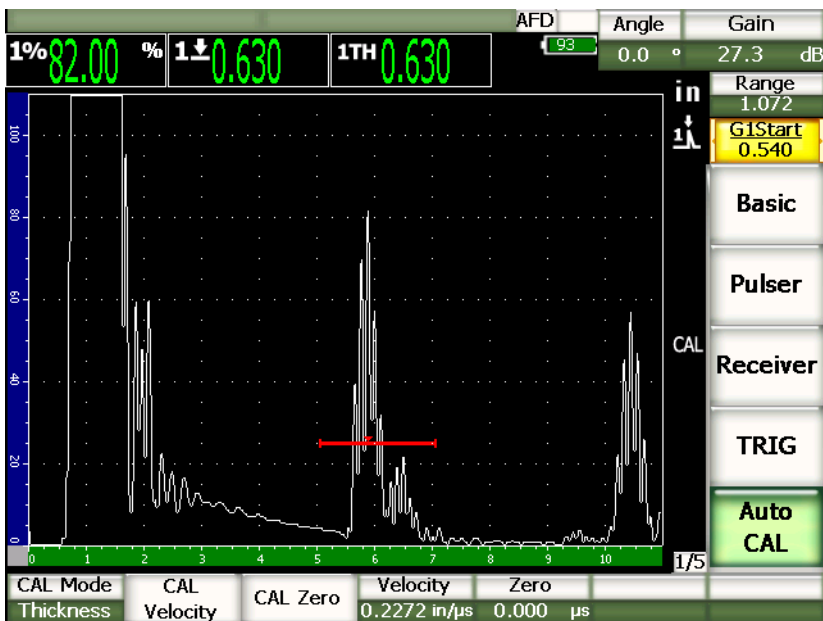

图 9-3 第二个闸门内校准信号
- 将数值调整到与闸门内信号指示的已知厚度值相应的数值（本例中为 0.200 in.），然后选择 **Continue**（继续），继续进行下面的校准操作（参见第 129 页的图 9-3）。